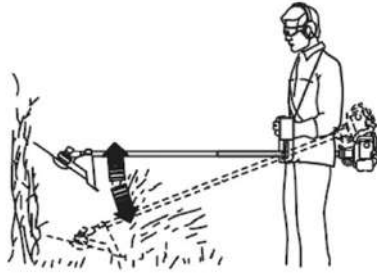

Рисунок 16. Схема скошування зарості бур'янів, очерету, чагарників.
3. Здійснити скошування заростів стебла (діаметром до 13 мм) невеликими частинами, рухаючи різальний дисковий ніж зверху донизу (рис. 16).